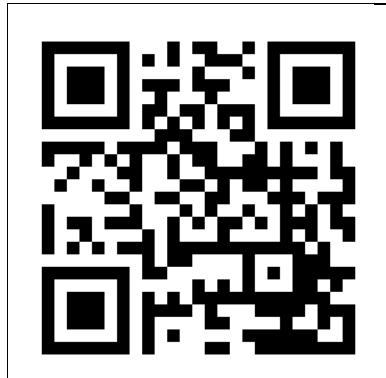

Figure 15
- Ouvrez le manuel de l'application Eurom Smart avec le code QR (figure 15) ou allez sur www.eurom.nl/nl/manuals.